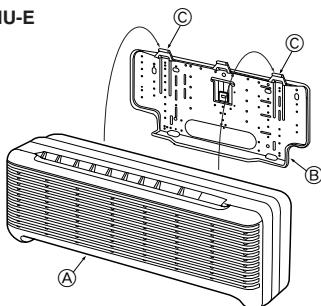

Fig. 3-11
3.5. Installation de l'appareil intérieur (Fig. 3-11)